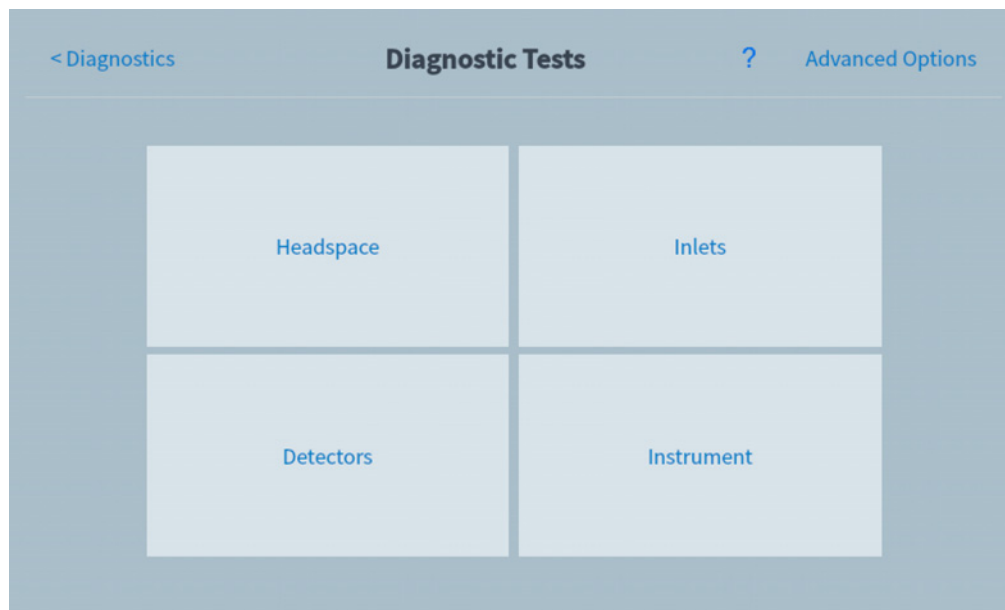

Figura 40. Pagina dei test diagnostici
- 2 Selezionare **Diagnostic Tests**. Si apre la pagina test diagnostica Vedere **Figura 40**.